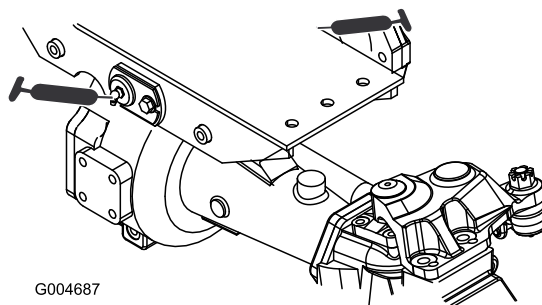

Bild 42
- Zwei Drehbüchsen an der Vorder- und Hinterachse (**Bild 42**)